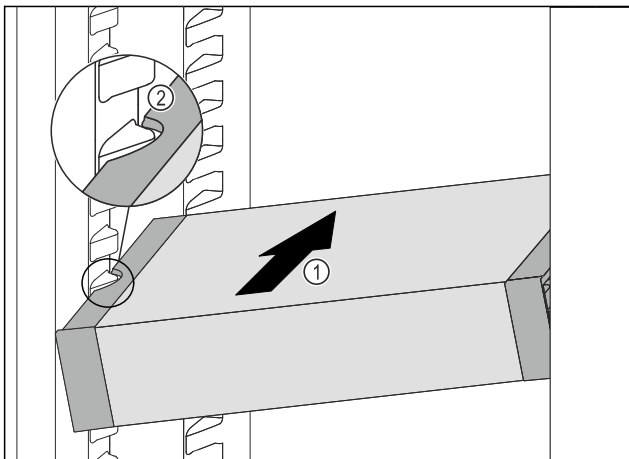

Fig. 87
- ▶ VarioSafe schräg in das Kühlteil einschieben Fig. 87 (1), bis sich die seitlichen Aussparungen Fig. 87 (2) des VarioSafes auf Höhe der Behälterrippe im Kühlteil befinden.